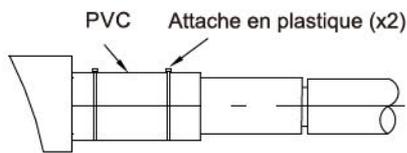

Fig. 3
- c : Serrer l'éponge avec une attache en plastique, comme indiqué sur la Fig. 3.